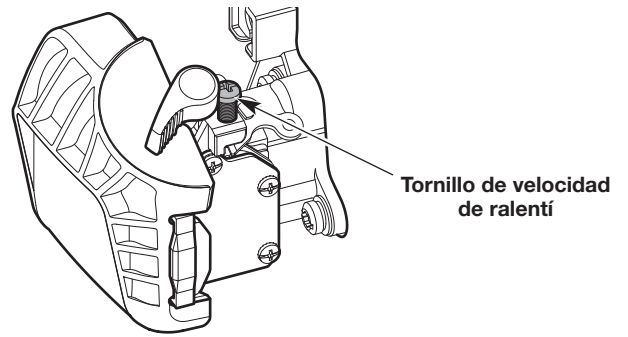

Fig. 11
- Si el motor se para, aumente la velocidad de ralentí. Use un destornillador Phillips pequeño para girar el tornillo de velocidad de ralentí en el sentido de las agujas del reloj, 1/8 de giro cada vez hasta que el motor funciona al ralentí de manera uniforme (Fig. 11).